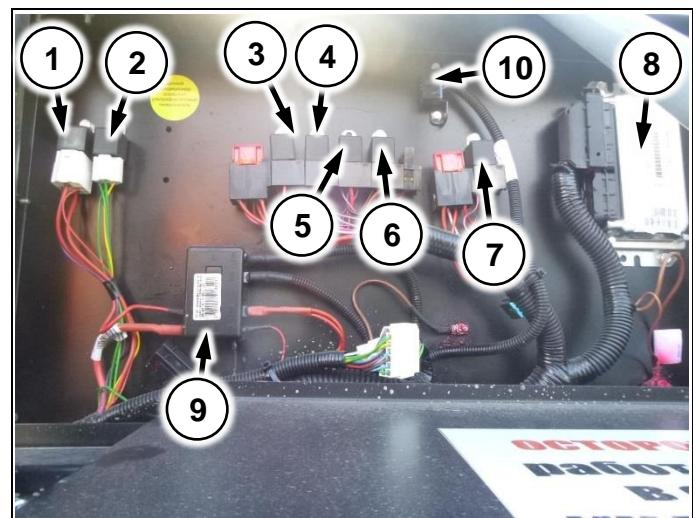

Рис. 12
- (Рис. 12/1) – реле компрессора пневмосистемы
(Рис. 12/2) – реле компрессора кондиционера
(Рис. 12/3) – реле зажигания
(Рис. 12/4) – реле бензонасоса
(Рис. 12/5, 6, 7) – реле вентилятора охлаждения
(Рис. 12/8) – блок управления двигателем
(Рис. 12/9) – силовые предохранители
(Рис. 12/10) – диагностический разъем